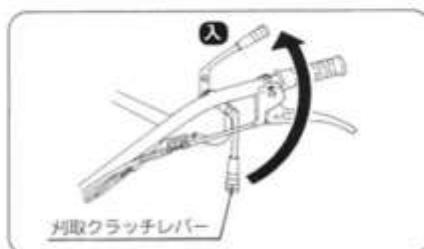

図35
- 3 刈取クラッチレバーを【入】位置にして、ハンマーロータを回転させます。(図35)